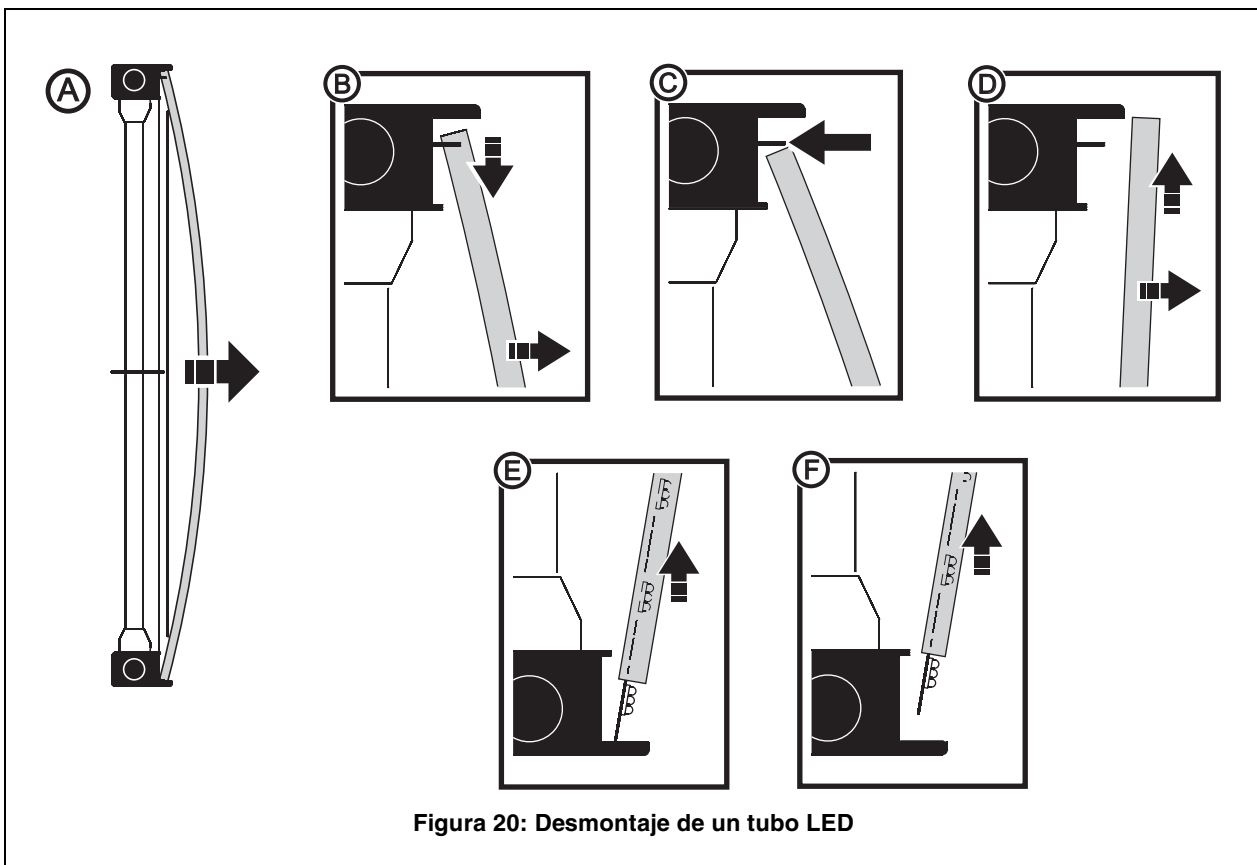

Figura 20: Desmontaje de un tubo LED
3. Observe la Figura 20. Una vez soltado el tubo de todos sus soportes, doblar hacia adelante por la parte central (A y B) hasta que la parte superior del tubo quede claramente fuera del soporte de retención (C).
4. Tirar de la parte superior del tubo (D) lo suficiente para evitar el soporte de retención. No tirar del tubo más de lo necesario.
5. Deslizar el tubo hacia arriba (E), manteniendo sujeta la PCB de la parte inferior del tubo hasta que quede desconectada de la base (F). Tener cuidado de no dañar los conectores del terminal de la placa durante la manipulación.
2. Doblar hacia afuera la parte central de cada tubo tal y como muestra (A) en la Figura 20 hasta que parte superior del tubo pueda pasar por debajo del soporte de retención (C). Deslizar la parte superior del tubo por debajo del soporte de retención.